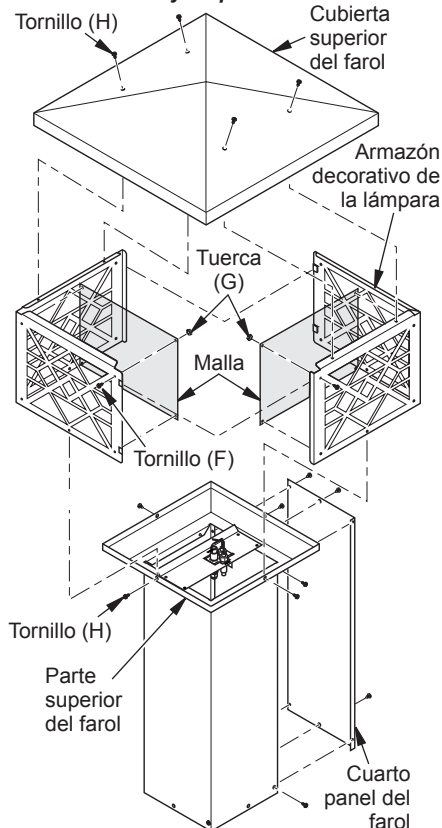

Figura 7 - Cómo fijar el piloto y el armazón
- Fije las 4 mallas de armazón de la lámpara a los armazones de la lámpara con 4 tornillos (F) y 4 tuercas (G) cada una como se muestra en la figura 7. Se muestran sólo 2 de las 4 mallas.
- Coloque los armazones decorativos de la lámpara sobre la parte superior del farol (consulte la figura 7). Asegúrese de que las pestañas estén en la parte superior. Deslice las lengüetas del armazón juntas y luego inserte 4 tornillos (H) a través de los orificios que se encuentran en la parte posterior del farol y en los orificios inferiores de las piezas del armazón (consulte la figura 7). Apriete todos los tornillos.
- Fije la cubierta superior del farol al conjunto de los armazones con 4 tornillos (H), como se muestra en la figura 7.
7. Fije el cuarto panel del farol al conjunto con 6 tornillos (H), como se muestra en la figura 7, en la página 7.